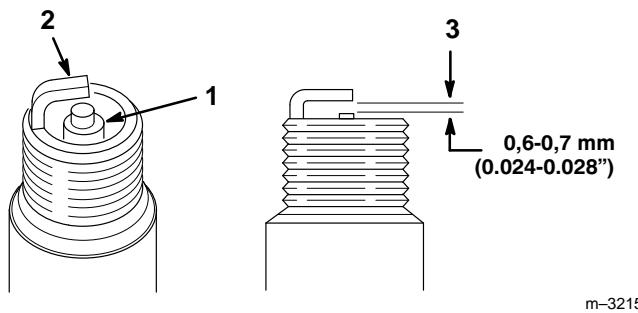

Abbildung 34
1. Auf die Mitte der Zündkerze sehen (Abb. 34). Wenn am Elektrodenisolator eine leicht braune oder graue Verfärbung sichtbar ist, läuft der Motor gut. Eine schwarze Beschichtung auf dem Isolator weist gewöhnlich auf einen verschmutzten Luftfilter hin.
2. Den Luftspalt zwischen der mittleren und der seitlichen Elektrode kontrollieren (Abb. 34). Die Seitenelektrode (Abb. 34) biegen, wenn der Abstand nicht korrekt ist.